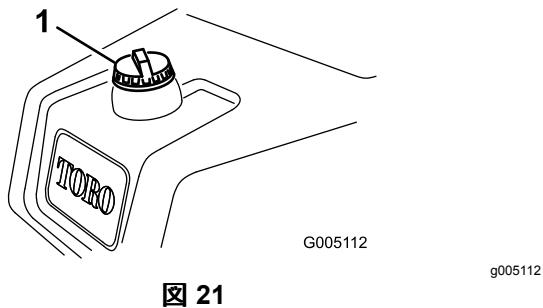

図 21
1. 燃料キャップ 図 21 の周囲をきれいに拭いてキャップ外す。